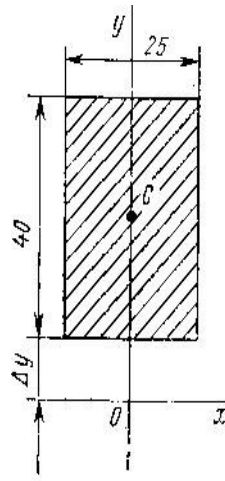

Рис.10
- 23 Чему равно Δy (рис. 10), если статический момент площади прямоугольного сечения относительно оси x $S_x = 40 \cdot 10^3 \text{ мм}^3$?